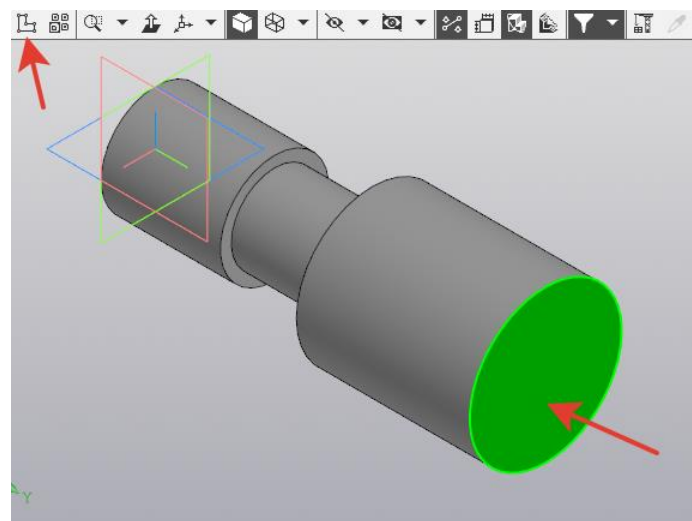

Рисунок 90.
5. **Отверстия вала.** Указываем правую торцевую грань вала создать *Эскиз* (рисунок 90).